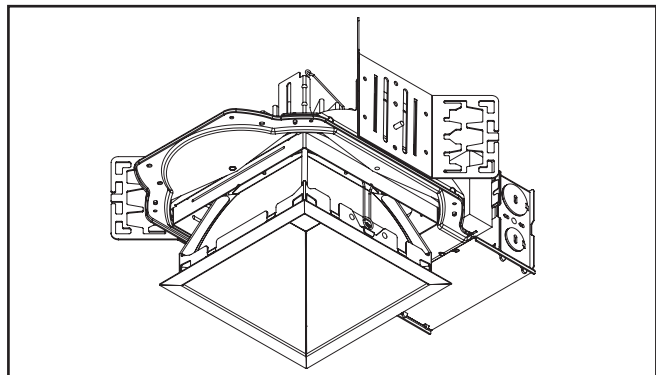

Figure 9.
9. Installez le moteur lumineux à DEL et l'assemblage de la garniture en insérant les ressorts de torsion dans les récepteurs en spirale qui se trouvent à l'intérieur du boîtier (Figure 9).
1. Retirez l'assemblage de la garniture du boîtier (Figure 9).